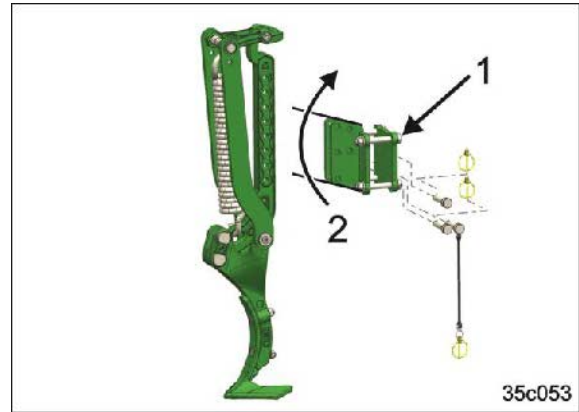

Fig. 120
5. Fjern festeskruene til spurløserholderen (Fig. 120/1)
6. Dreii spurløserholderen oppover (Fig. 120/2)
7. Monter festeskruene til spurløserholderen og trekk de til (Fig. 120/1)